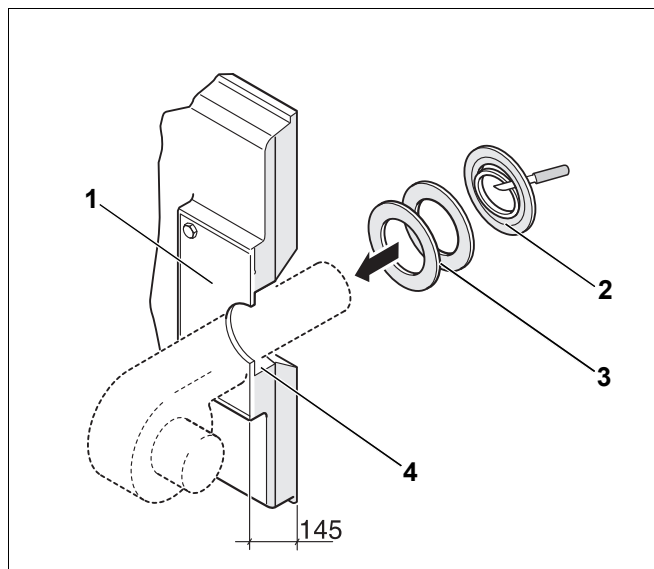

Рис. 66 Монтаж горелки (размер в мм)
- ▶ В пластине под горелку (рис. 66, [1]) просверлите или вырежьте автогеном отверстие, соответствующее диаметру трубы горелки (Ø макс. 270 мм).
- ▶ Вырежьте изолирующие кольца в соответствии с диаметром трубы горелки (рис. 66, [2]).
- ▶ Уложить в зазор между теплоизоляцией дверцы горелки и трубой горелки (рис. 66, [4]) соответствующие изолирующие кольца (рис. 66, [3]).